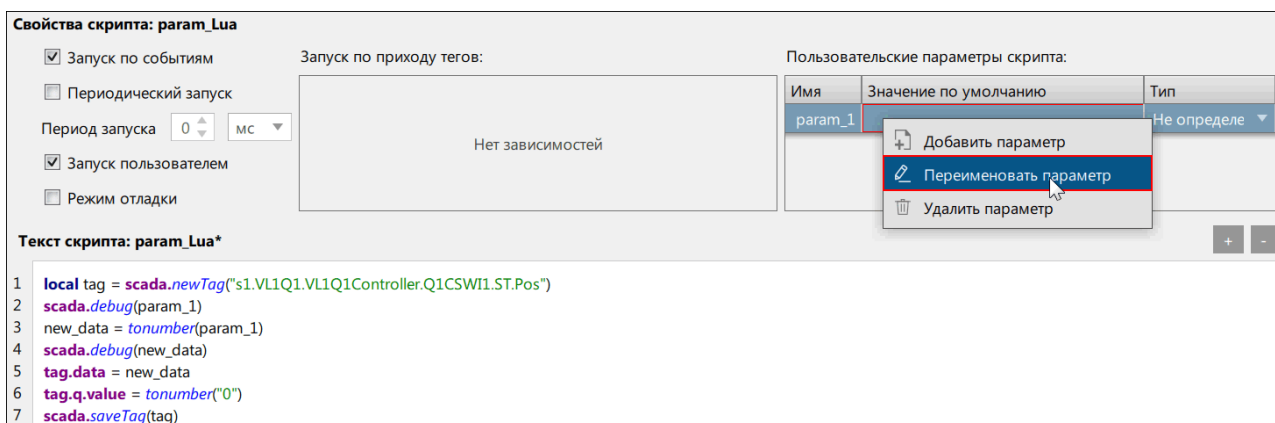

Рисунок 165 - Переименовать параметр
3. При необходимости переименуйте параметр с помощью команды **Переименовать** из контекстного меню (Рисунок 165).